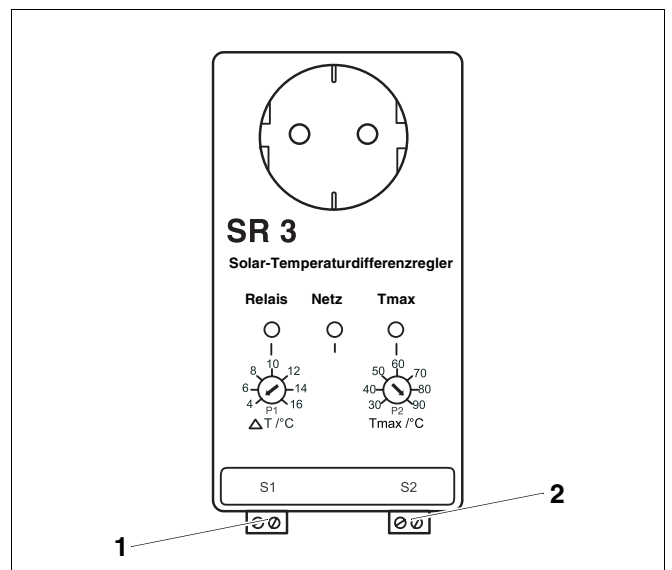

Fig. 6 Regolatore differenziale ad innesto SR 3
- Fissare i cavi della sonda all'apparecchio di comando (fig. 6, **pos. 1 e 2**). La polarizzazione elettrica è libera.